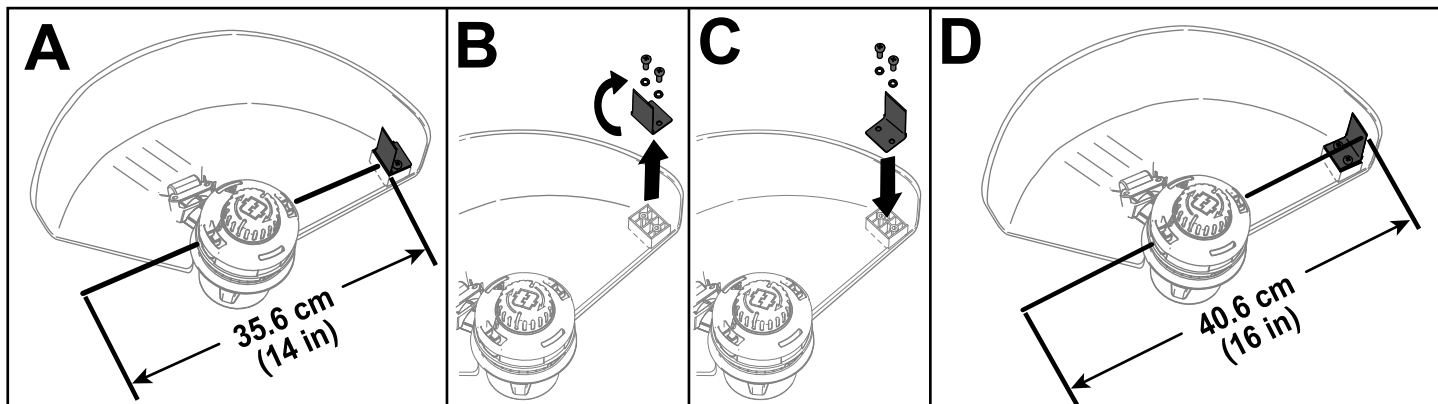

Figure 11
La débroussailleuse est réglée à l'usine pour offrir une largeur de coupe de 36,6 cm, comme montré en A de la Figure 11. Voir les instructions suivantes pour régler la largeur de coupe à 40,6 cm, comme montré en D de la Figure 11.
1. Déposez l'équerre de réglage au fond du déflecteur en retirant les 2 vis de fixation à l'aide de la clé Allen fournie (B de la Figure 11) et tournez l'équerre de 180°.
2. Après avoir tourné l'équerre, remettez les 2 vis retirées précédemment (C de la Figure 11).